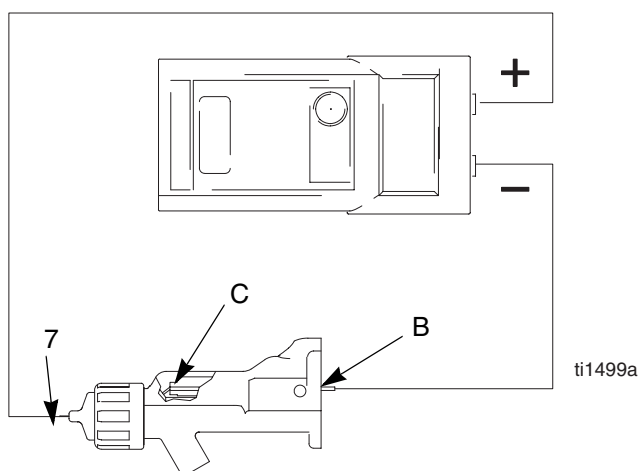

Fig. 19. Pruebe la resistencia del electrodo
1. Introduzca una varilla conductora (B) en el cañón de la pistola (que se desmontó para la prueba de la fuente de energía) y apriétela contra el contacto metálico (C) de la parte delantera del cañón.
2. Mida la resistencia entre la varilla conductora (B) y el electrodo (7). La resistencia debe estar comprendida entre 20 y 30 megaohmios. Vea Fig. 19.